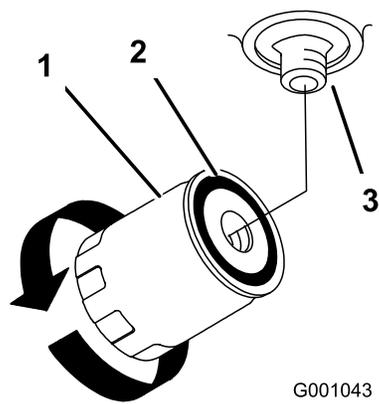

図 75
4. オイル・フィルタを外し、フィルタのアダプタのガスケットの表面をきれいに拭く (図 75)。
6. アダプタにフィルタを取り付ける。ガスケットがアダプタに当たるまで手でねじ込み、そこから更に 1/2 回転増し締めする (図 75)。